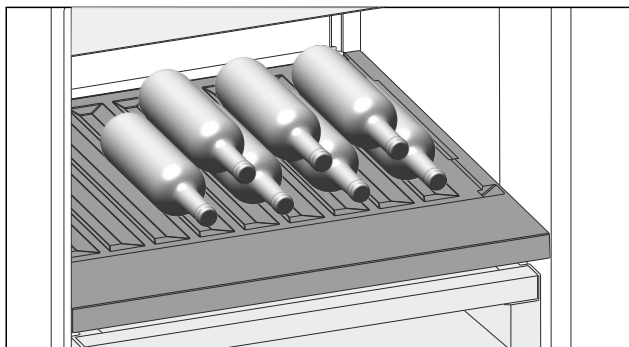

Fig. 90
- Flaschen mit dem Boden nach hinten zur Rückwand einlegen. (siehe Fig. 90)